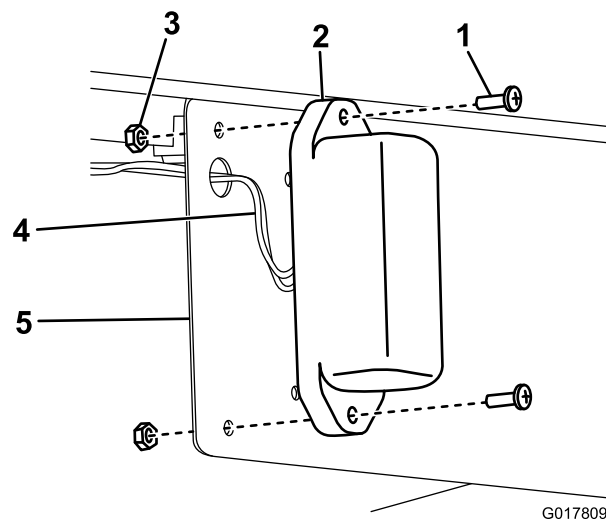

Figura 7
4. Introduzca los cables a través de los orificios grandes del soporte de la placa de matrícula y conéctelos a las 2 luces de la placa (Figura 7).
5. Instale las luces de la placa en el soporte de la placa usando los 4 tornillos de cabeza Phillips (N° 10 x 5/8") y 4 contratuerca (N° 10) según se muestra en Figura 7.